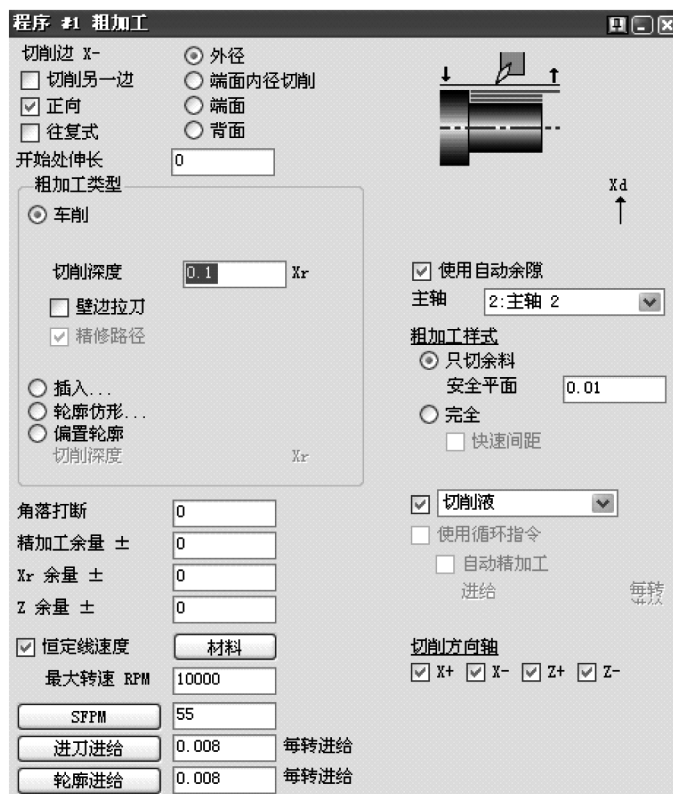

图 6-81 粗车加工程序
4) 应用#10 刀具创建粗车加工程序, 如图 6-81 所示。